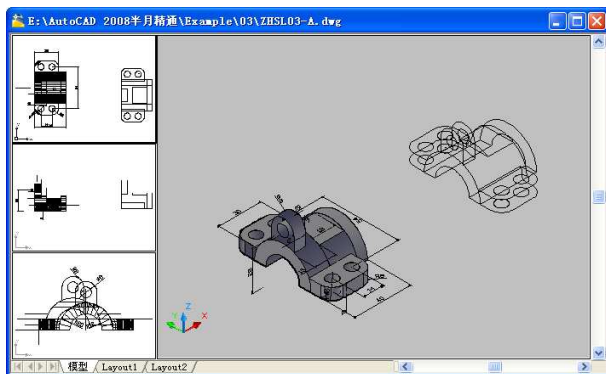

图 3-19 多视口效果
- [4] 单击【确定】按钮，视图中的效果如图 3-19 所示。